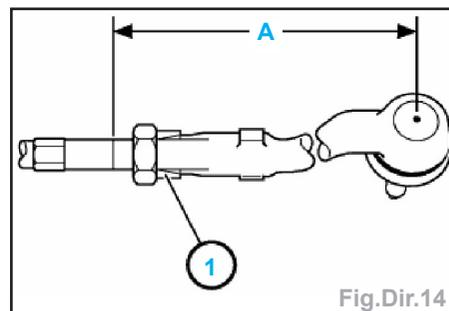

Fig.Dir.14
**Remarque** : mesurer sur l'ancienne barre d'accouplement la cote (A) et régler la nouvelle barre selon cette cote afin de faciliter le réglage du parallélisme, veiller au bon positionnement de la bague de serrage (1) et de l'écrou (Fig.Dir.14).